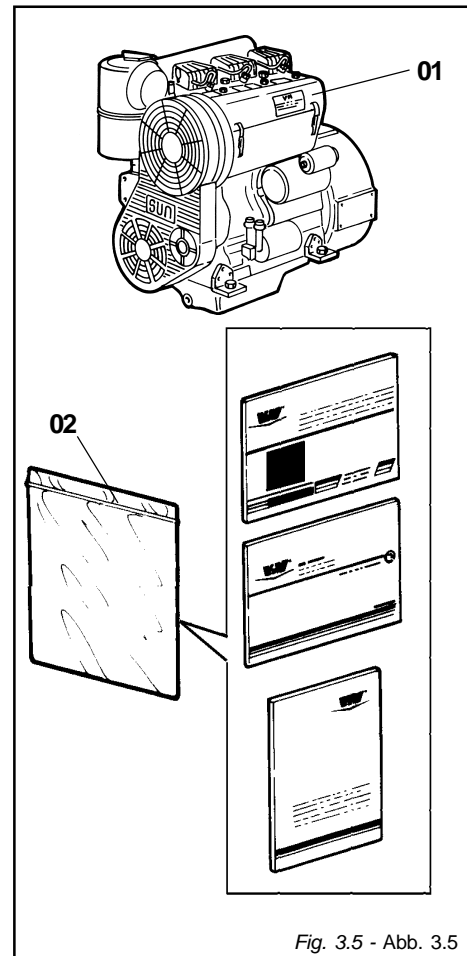

Fig. 3.5 - Abb. 3.5
3.2.1 Elenco contenuto imballo (Fig. 3.5)
3.2.1 Bordereau d'expédition (fig. 3.5)
3.2.1 Packing list (Fig. 3.5)
3.2.1 Auflistung Verpackungsinhalt (Abb. 3.5)
3.2.1 Lista de lo que contiene el embalaje (Fig. 3.5)